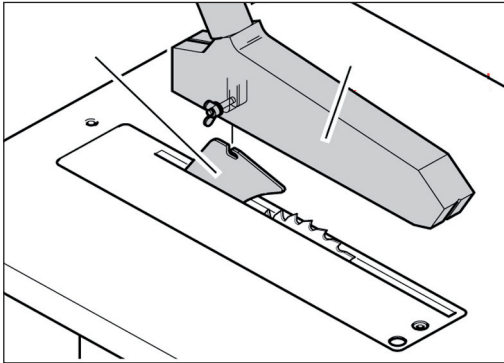

Bild 1.
2. **Klingskydd**, ska vara rätt monterat/justerat och felfritt för att förhindra ofrivillig kontakt med sågklingan. Bild 1.